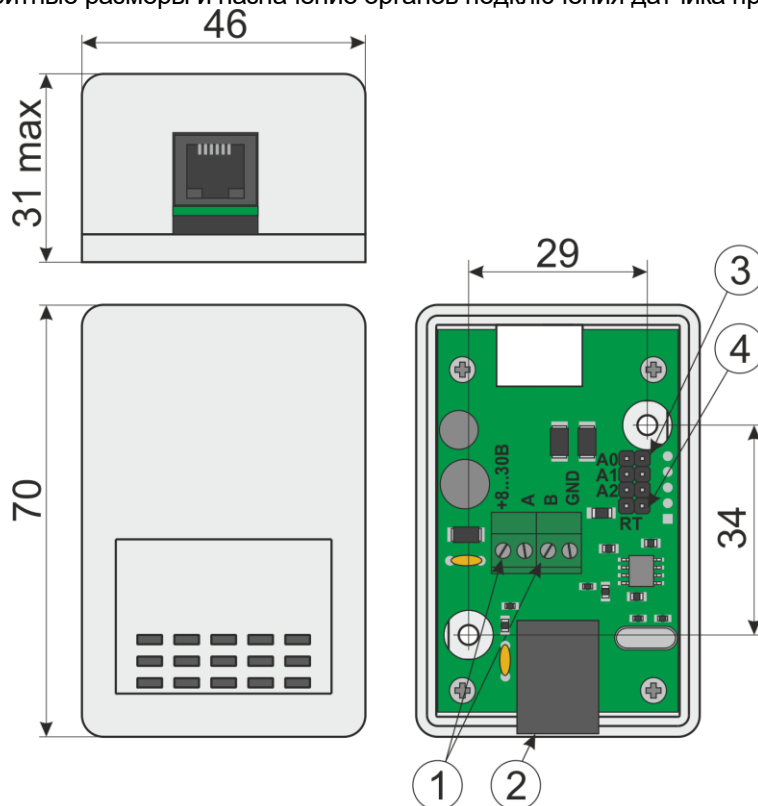

Рисунок 1 – Внешний вид, габаритные размеры и назначение органов подключения датчиков
3.2 Схема электрическая разъема 2 (см. рисунок 1) представлена на рисунке 2.
4.4 Подключите, при необходимости, терминирующий резистор “RT” датчика к шине SBus установив соответствующий джампер (см. рисунок 1).
4.5 Подключите информационный кабель и кабель питания шины к клеммным блокам датчика (см. рисунок 1) в соответствии с маркировкой.